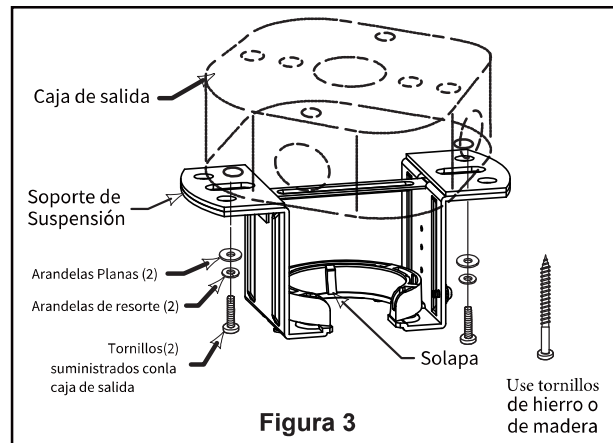

Figura 3
- Fije firmemente el soporte de suspensión a la caja de salida utilizando los tornillos y arandelas de la caja suministrados con la misma. (Figura 3)